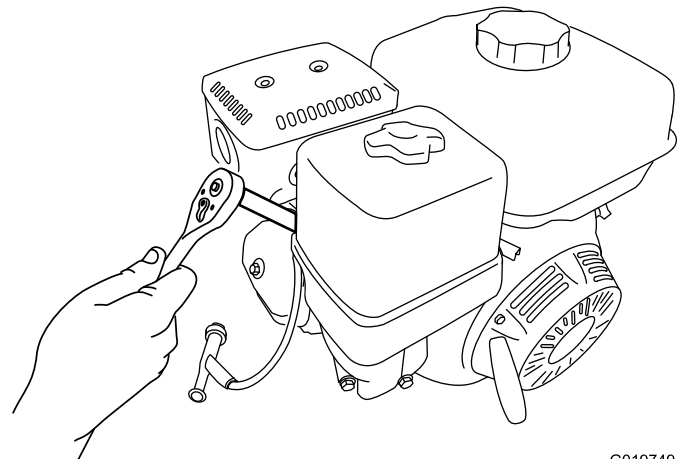

Figure 30
5. Avec une clé de 21 mm (13/16 po), tournez la bougie dans le sens antihoraire pour la déposer ainsi que la rondelle d'étanchéité (Figure 30).
2. Avec une clé de 21 mm (13/16 po), tournez la bougie dans le sens horaire jusqu'à ce qu'elle soit en place avec sa rondelle d'étanchéité (Figure 30).